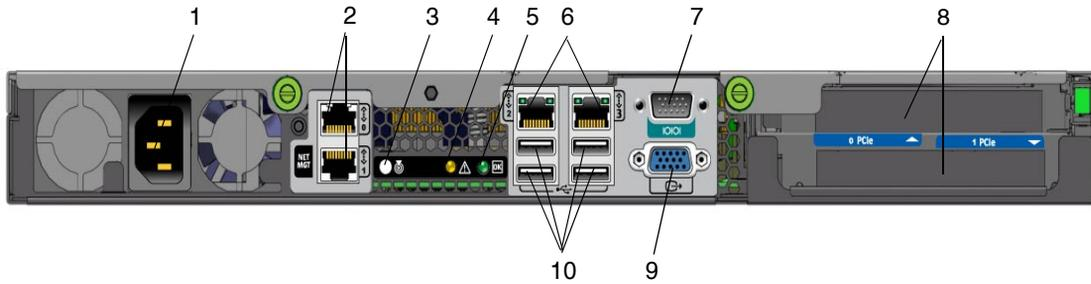

FIGURE 1-2 Panneau arrière
Aidez-vous de la FIGURE 1-2 et du TABLEAU 1-1 pour connaître l'emplacement des connecteurs.
3. **Branchez les câbles Ethernet dans les connecteurs Ethernet RJ-45 LAN Gigabit comme il convient (voir la FIGURE 1-2).**